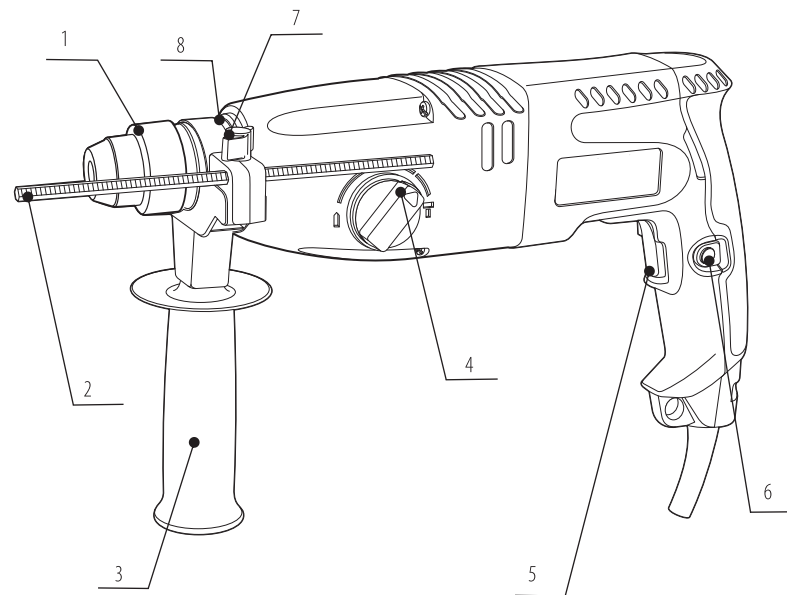

Рисунок 1 - общий вид перфоратора
4.1. Общий вид перфоратора представлен на рис. 1
4.7. Включение / выключение электрического перфоратора осуществляется клавишей выключателя 5 (рис.1) на ручке. Для удобства Вашей работы в изделии предусмотрен фиксатор выключателя 6 (рис.1). Не пользуйтесь фиксатором при работах, в которых может понадобиться внезапная остановка.